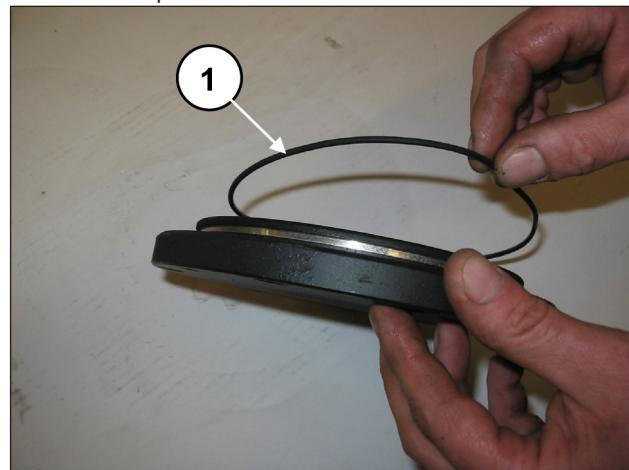
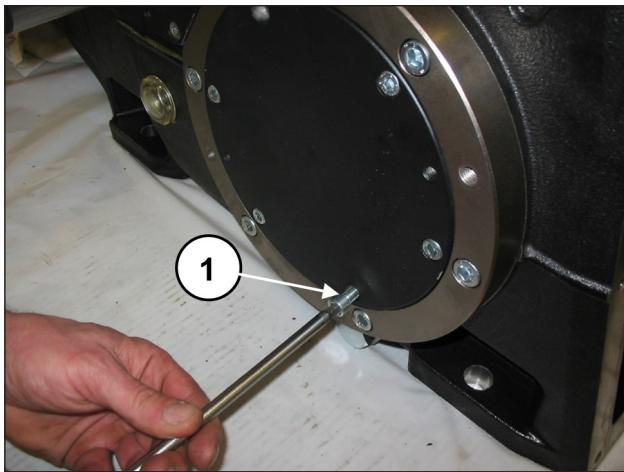

Fig. 89
Fig. 90
Remova a espessura anti-rotação sob o fuste da haste central. Monte as duas tampas do rolamento (e respectivos O-ring) (pos. ①, Fig. 89) com 6+6 parafusos M8x20 (pos. ①, Fig. 90). Calibre os parafusos com chave dinamométrica, conforme indicado no capítulo 3.